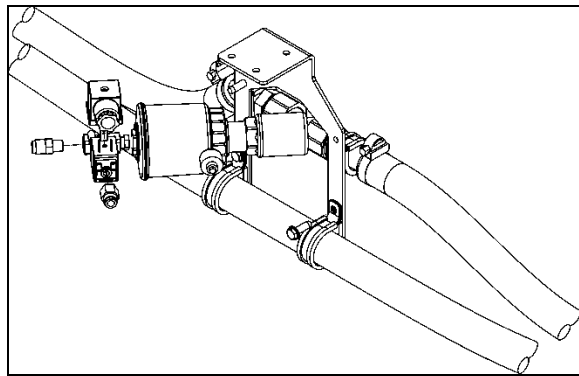

FIGURE 69 : SOUPE PNEUMATIQUE DE DÉBIT D'EAU CHAUDE DE L'UNITÉ DU CONDUCTEUR
Le débit d'eau chaude vers le radiateur de chauffage de l'unité du conducteur est contrôlé par une soupape pneumatique normalement ouverte. La soupape est située au plafond du compartiment de la roue de secours (Figure 69), est conçue de façon à ce que l'électrovanne pilote, qui fait partie de l'ensemble, ouvre et ferme un port qui dirige la pression d'air vers le boîtier de l'actionneur, ouvrant ou fermant ainsi la soupape.
2. Repérer la soupape pneumatique de débit d'eau chaude normalement ouverte sur le plafond du compartiment de la roue de secours (Figure 69), débrancher le connecteur, puis connecter une source d'alimentation externe de 24 V avec des câbles d'appoint pour fermer la soupape.